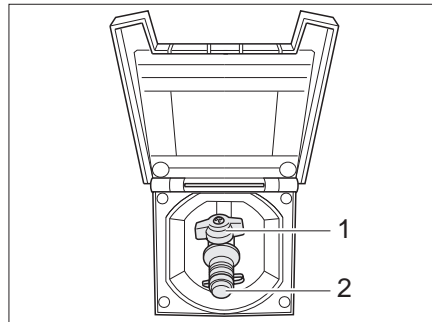

Fig. 158 Raccordement externe de gaz avec robinet d'arrêt de gaz fermé
Le raccordement externe de gaz (Fig. 158) se trouve, selon les modèles, à l'arrière ou sur le côté gauche ou droit du véhicule.
- Raccorder l'appareil à gaz externe sur le raccord (Fig. 158,2).
- Ouvrir le robinet d'arrêt de gaz (Fig. 158,1).